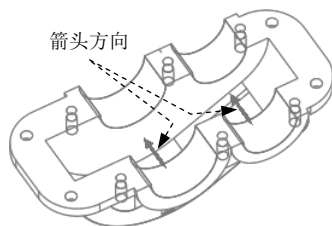

图 10.2.29 切削方向
Step10. 在“曲线列表”中依次选中曲面标识，然后单击 **↻** 按钮，调整切削方向，最后调整后的结果如图 10.2.29 所示。单击“切削定义”对话框中的 **确定** 按钮，回到 **▼ NC SEQUENCE (NC 序列)** 菜单。